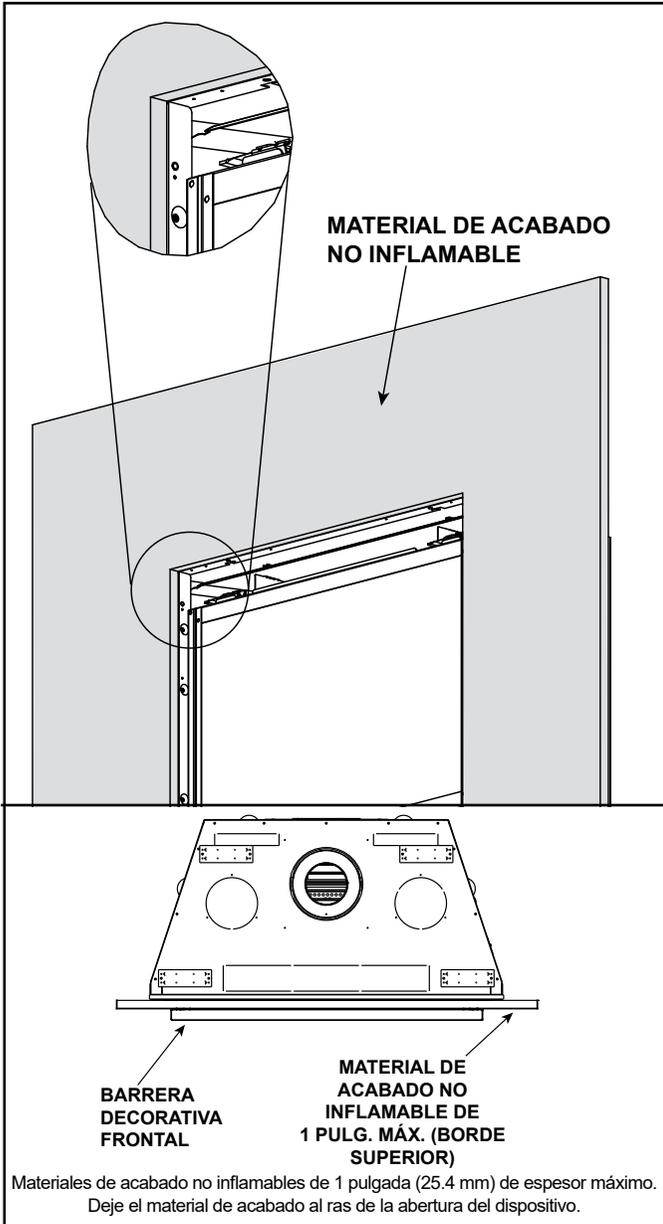

Figura 10.14 Material de acabado de 1 pulgada (25.4 mm) de espesor o menos - Montaje superpuesto de la barrera decorativa frontal
- A. Material de acabado de 1 pulgada (25.4 mm) de espesor o menos: Úselo con el método de montaje superpuesto de la barrera decorativa frontal. No se requieren tiras de acabado. Consulte la Figura 10.14.